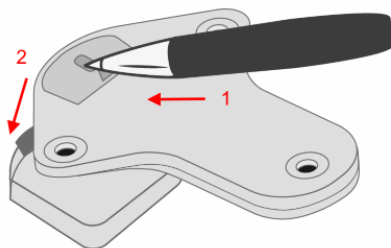

Abbildung 3 – Batteriefach öffnen
Benutzen Sie einen Kugelschreiber, um die Batteriefachabdeckung zu öffnen. Halten Sie den Rekorder mit der Rückseite nach oben sicher in einer Hand und drücken Sie die Spitze des Kugelschreibers mit mäßiger Kraft in das Loch (1) bis sich die Verriegelung löst. Die Batteriefachabdeckung öffnet sich nach unten (2) und kann entfernt werden (Abbildung 3).